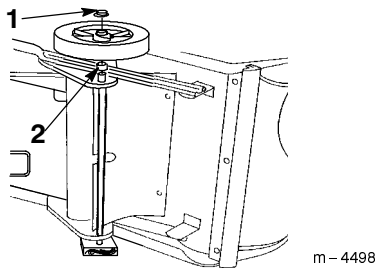

Bild 2
1. Kippen Sie die Schneefräse auf ihre linke Seite und legen einen Holzklotz unter das linke Achsende (Bild 2).
2. Schieben Sie das kurze Distanzstück und das Rad auf das Ende der rechten Achse (Bild 2).
3. Schieben Sie die Druckmutter auf das Ende der Achse (Bild 2).